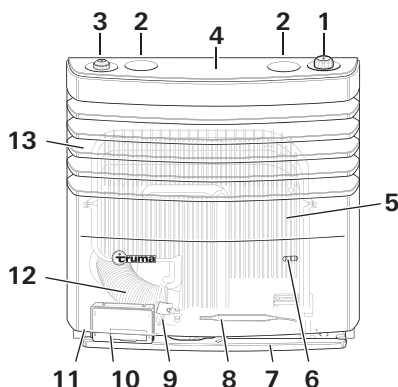

Bild 1
3. Zündvorgang durch Sichtfenster (Bild 1 – 6 oder 2 – 6) kontrollieren. Bei erfolgreicher Zündung ist eine Flamme erkennbar.